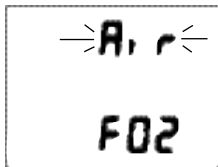

Fig. 20A - IMPOSTAZIONE
- Tenendo premuto il pulsante S (a lato) con il Set Point lampeggiante è possibile scorrere i Set Point da AIR (Fig. 20A) a 21-50% con incrementi dell'1%, ad una velocità di 8 Set Point al secondo.